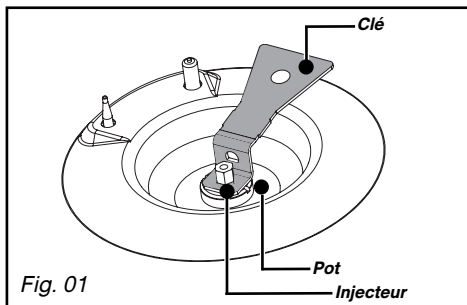

Fig. 01
– **Raccordement avec un tube flexible métallique** (inox) **onduleux à embouts mécaniques** vissables (conforme à la norme NF D 36-125) dont la durée de vie est illimitée (Fig. 01).
- Dévissez à l'aide de la clé fournie les injecteurs situés dans le fond de chaque pot et ôtez-les (Fig. 01).